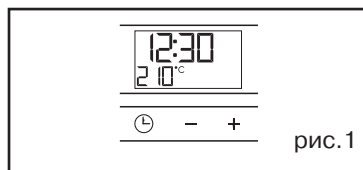

рис. 1
- Выберите желаемый режим приготовления и отрегулируйте температуру (рис. 1).